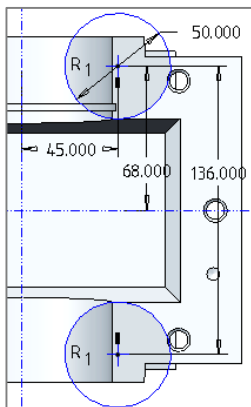

Abb. 9 Skizze Profil Schraubenauf-
- ▶ Profil ▶ Material entfernen ▶ Skizzierebene: E_ANGUSS_FUSS ▶ skizzieren gemäß Abb. 9 ▶ Tiefe: 2 mm ▶
►  Profil ► Skizzierebene: nach oben zeigende größte Fläche des Oberteils ► skizzieren gemäß Abb. 9 ► Tiefe: Seite 1 (Höhe): 4 mm, Seite 2: 25 mm